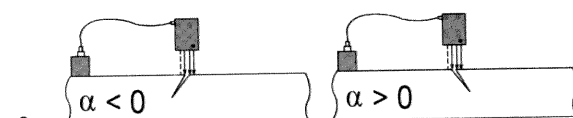

Fig. 13: 角度の正・負と割れ方向の関係
- その次に、上記作業の結果の角度 α が表示されます。角度に付く負符号 (-) が付く場合は、割れ方向が外設磁極付き電極に向かっており、逆に正符号 (+) が付く場合は、外設磁極付き電極から離れる方向になっています。(参照 Fig. 13).